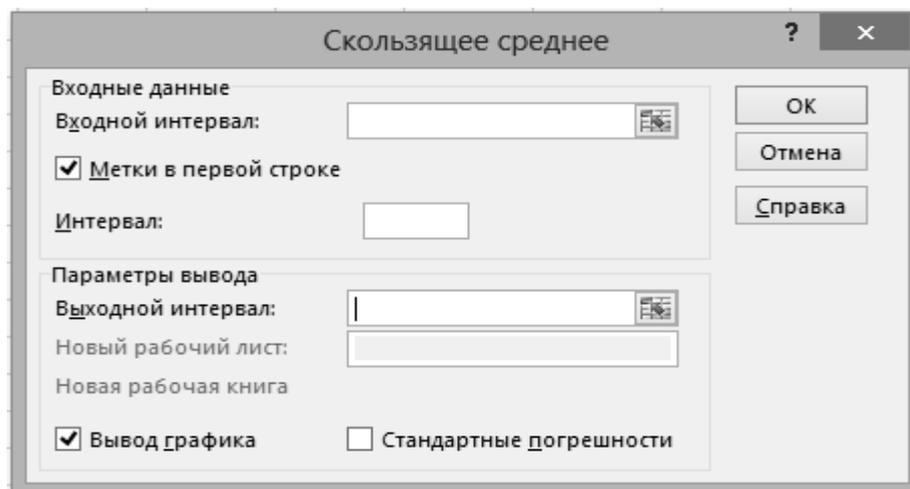

Рисунок 4.1 – Вид окна «Скользящее среднее»
- 2) используя надстройку «Пакет анализа/Скользящее среднее» (рисунок 4.1).